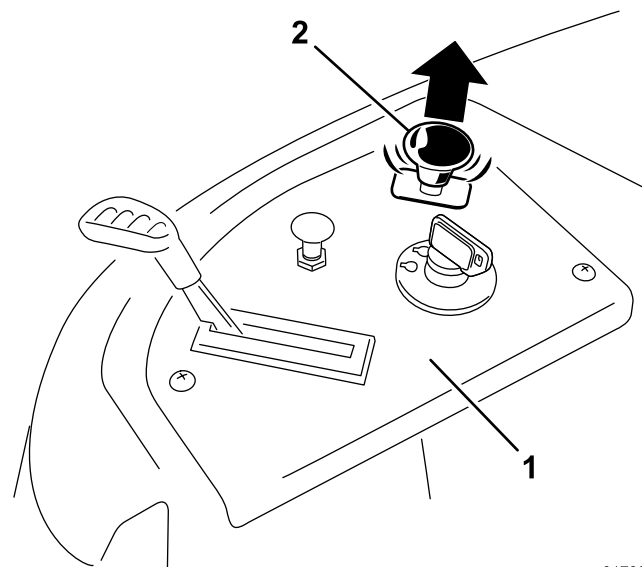

Figura 15
- Tire hacia arriba del mando de control de las cuchillas para desplazarlo a la posición de Engranado y engranar las cuchillas (Figura 15).